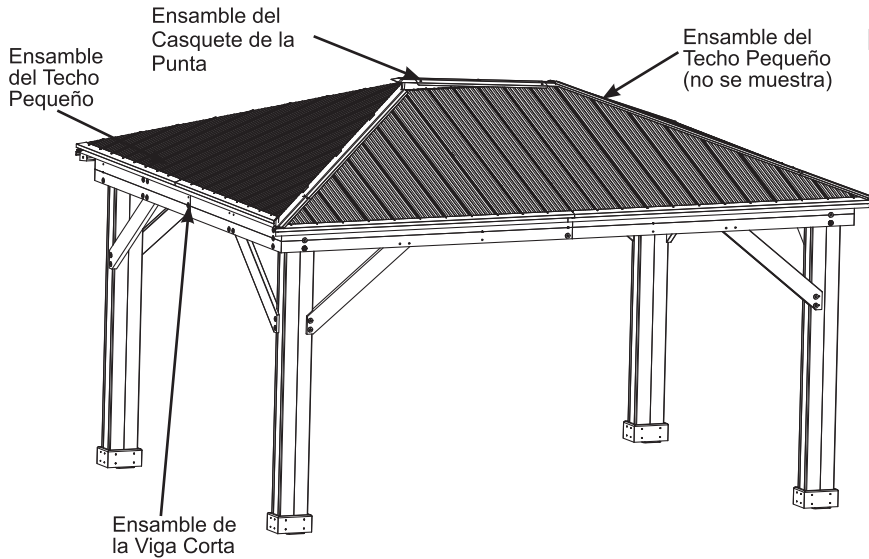

Fig. 19.1
A: Entre cuatro personas, levanten un Ensamble del Techo Pequeño sobre el Ensamble de la Viga Corta. Deberán levantar el Ensamble del Casquete de la Punta para colocar la parte superior debajo. Fije sin ajustar cada Esquina de Vigueta Derecha (623) a cada Esquina de Vigueta Izquierda (624) con tres Pernos hexagonales de 1/4 x 2-3/4" (con dos arandelas grandes de 1/4-5/16" y una tuerca de seguridad de 1/4") por lado. Para alinear los agujeros de los pernos, es posible que el ayudante del medio deba empujar el centro de los paneles hacia arriba y los demás deben asegurarse de que las esquinas estén alineadas. Asegúrese de que todos los pernos estén ajustados. Las viguetas deben quedar niveladas en el interior. (fig. 19.1, 19.2 y 19.3)